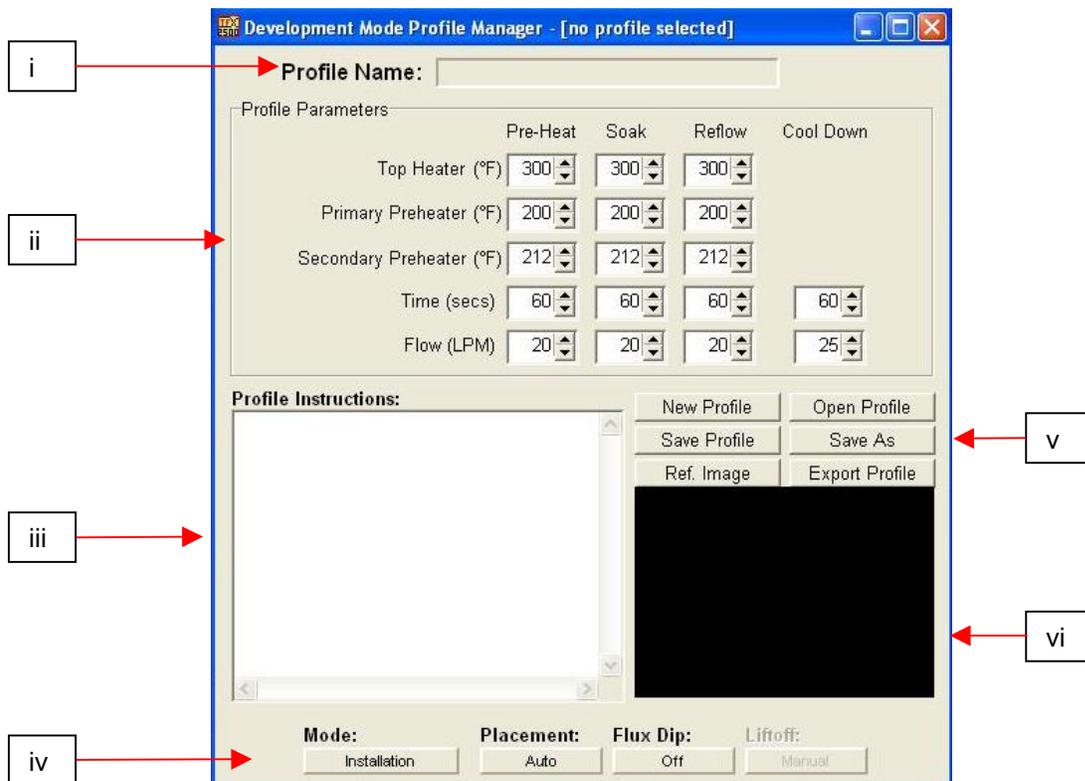

Abbildung 7a
- xi. Profimanager. Hier können vom Entwickler eingegebene Temperatur- und Zeiteinstellungen abgefragt werden. (Abb. 7a)
- j. Funktionen des Bildschirms Development Mode Profile Manager [Profilmanager Entwicklungsmodus] (Abbildung 7a)